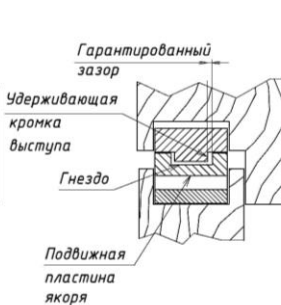

Рисунок 10
2.7 Эксплуатационный зазор между рабочими поверхностями корпусной и якорной частей от 2,5 до 4,0 мм (рисунок 10).
6.9 В закрытом положении двери между удерживающей кромкой выступа и гнездом должен сохраняться «гарантированный зазор» (рисунок 10). При этом зазор не должен уменьшаться из-за влияния уплотнения двери, деформации дверного полотна, неточной навески петель и других факторов, создающих «отдачу» двери при закрывании.